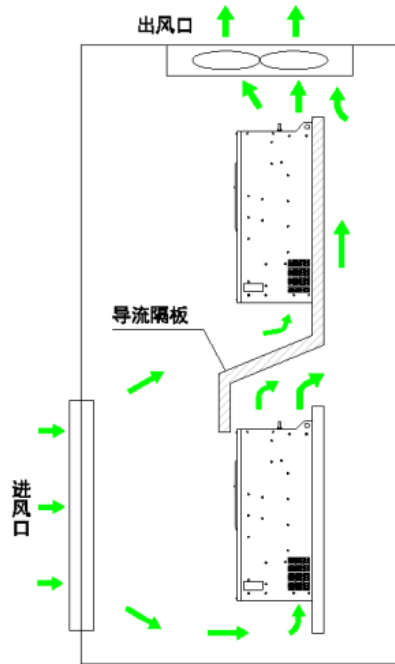

图 3-4 上下排安装要求
- 垂直向上安装软起装置，便于热量向上散发。若柜内有多台软起装置时，请并排安装。在需上下安装の場合，请参考图 3-4，安装隔热导流板；